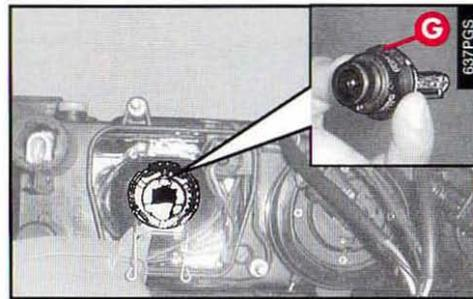

fig. 32
– Monter la nouvelle ampoule en faisant coïncider l'encoche (**G-fig. 32**) avec la rainure correspondante sur la parabole du phare.